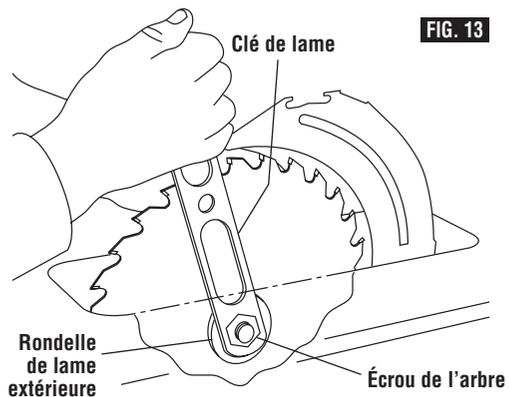

FIG. 13
4. Tout en engageant le levier de verrouillage de l'arbre, desserrez l'écrou de fixation de l'arbre en tournant dans le sens des aiguilles d'une montre (vers l'avant de la table de la scie) à l'aide de la clé fournie (Fig. 13).
8. Tout en soulevant le levier de verrouillage de l'arbre 4, serrez de façon sécurisée l'écrou de fixation de l'arbre dans le sens des aiguilles d'une montre (vers l'arrière de la table de la scie) au moyen de la clé (Fig. 13).